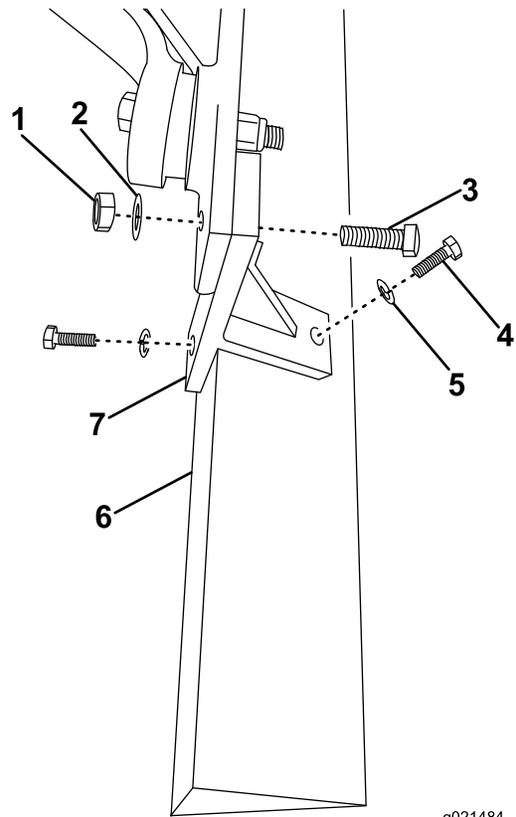

Figura 21
1. Instale la abrazadera de la regla en el bastidor de la máquina usando pernos cuadrados y arandelas de presión (Figura 21).
2. Instale la regla de aluminio en la abrazadera de la regla usando pernos de cabeza hexagonal y arandelas de presión (Figura 21).
2. Retirar los pernos cuadrados que sujetan la máquina a las abrazaderas de la regla (Figura 21).